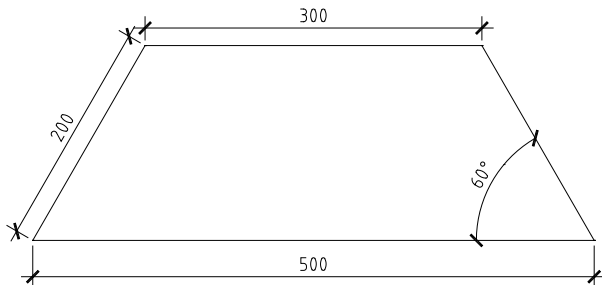

图3-32 绘制等腰梯形
- 02 单击“绘图”工具栏“直线”按钮, 绘制等腰梯形，如图3-32所示，命令行操作如下。